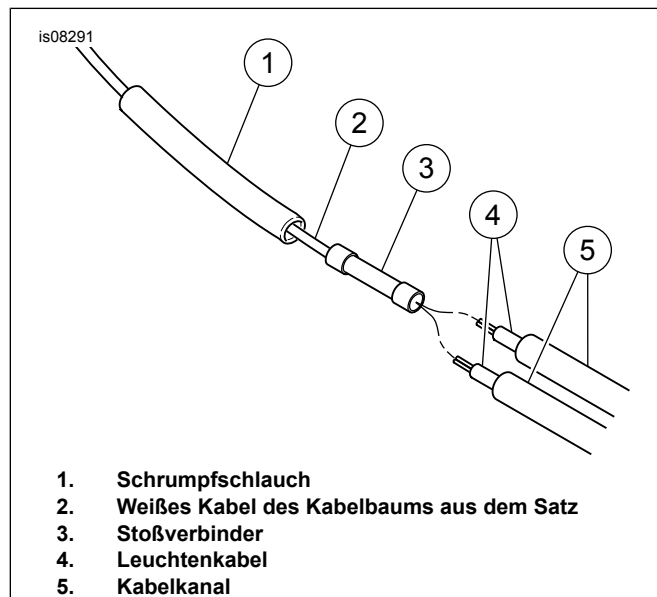

Abbildung 9. Das Leuchtenkabel am Kabelbaum anschließen
20. Siehe Abbildung 9 und das Werkstatthandbuch. Den Schrumpfschlauch (1) über das weiße Kabel (2) aus dem Kabelbaumsatz schieben und den Steckverbinder (3) mit der Quetschverbinderzange (H-D 38125-8) am Kabel anquetschen.
21. Beide Leuchtenkabel (4) zum Steckverbinder verlegen. Die Kabelenden so abtrennen, dass etwa 25 mm (1 in) Kabel über das Ende des Stoßverbinders hinausreicht. Den Kabelkanal (5) ca. 38 mm (1-1/2 in) vom Kabelende abtrennen.
23. Die Enden der beiden Leuchtenkabel (4) in den Steckverbinder (3) einsetzen und die Kabel mit der Quetschverbinderzange am Steckverbinder anquetschen.